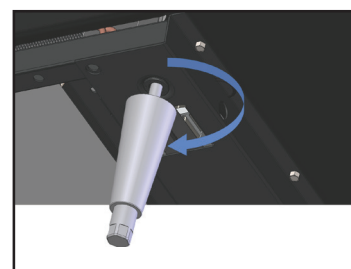

Рис. 4. Вкрутить регулируемые ножки.
2. Вкрутить регулируемые ножки. См. рис. 4.